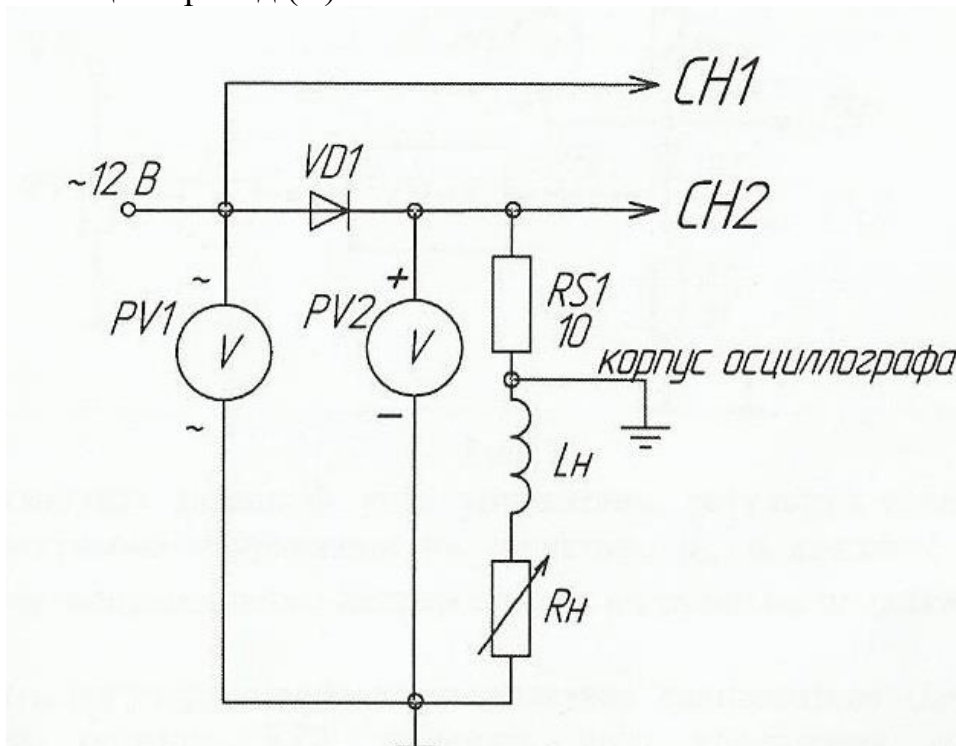

Рис. 3
Исследование выпрямительного диода выполняется на переменном токе в соответствии с принципиальной схемой рис.3. Вход Y(CH2) осциллографа
7. Какие погрешности можно ожидать при осциллографировании по схеме рис.3?
Е) включить дроссель последовательно с нагрузкой (рис.3). снять осциллограммы напряжения на диоде u_a и анодного тока i_a , снять осциллограмму напряжения на нагрузке u_d , переключив корпус осциллографа на общий провод (\perp).